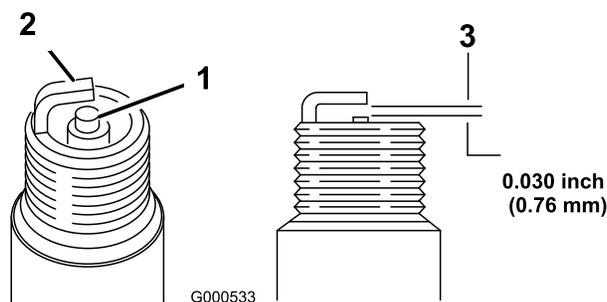

Figura 23
1. Controllate il centro della candela (Figura 23). Se l'isolatore è marrone chiaro o grigio, il motore funziona correttamente. Una patina nera sull'isolatore significa in genere che il filtro dell'aria è sporco.
2. Controllate la distanza tra gli elettrodi centrale e laterale (Figura 23). Piegare l'elettrodo laterale se la distanza non è corretta.